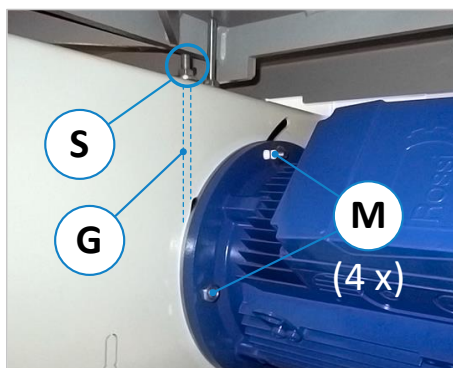

Figure 91 : tendre les courroies
- Détendre la lame de scie (B) et la retirer (pour les détails, voir la procédure dans la section ⇒ 11.3).
- Voir ⇒ Figure 91: Desserrer les quatre vis du moteur (M) ainsi que l'écrou de serrage (S) sur la tige filetée (G), de sorte que les courroies soient débloquées.